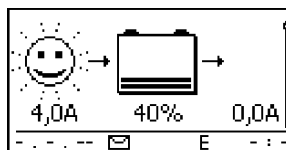
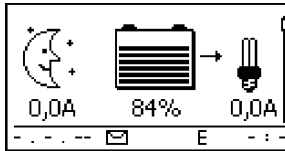

Abb. 7: Display nach dem Anschließen des Solarmoduls bei Sonnenschein
Abb. 8: Display nach dem Anschließen des Solarmoduls ohne Sonnenschein
3. ➔ Abdeckung vom Solarmodul entfernen und – falls vorhanden – DC-Lasttrennschalter einschalten. Auf dem Display erscheint Abb. 7 oder Abb. 8.
4. ➔ Wird Abb. 7/Abb. 8 nicht angezeigt, Installation prüfen und bei Bedarf den Fehler anhand ☞ 15, S. 53ff beheben.